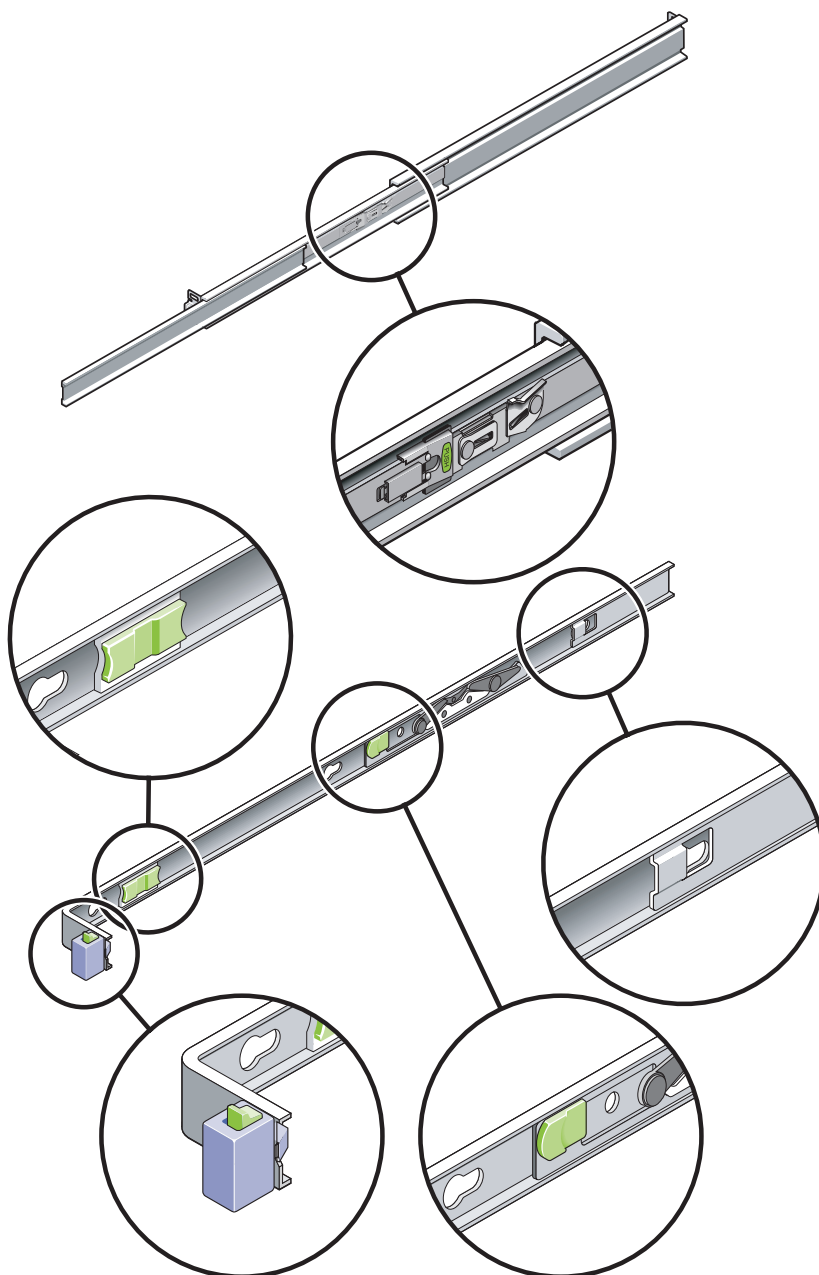

ABBILDUNG 1-5 Position der Sperren an der Schienenbaugruppe
- Beachten Sie, dass sich an jeder Schienenbaugruppe fünf Sperren befinden (ABBILDUNG 1-5). Vier davon befinden sich am Montagebügel, eine am Vorderteil der Schiene. Die Funktion dieser Sperren wird im Installationsverfahren in Kapitel 2 beschrieben.